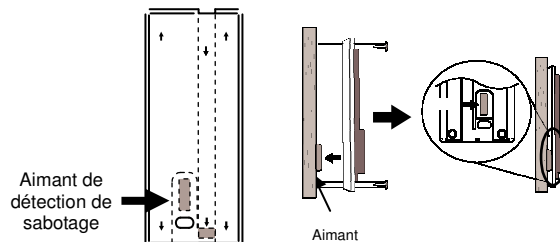

Fig.6
4. Placer le PIR à 1.9m au dessus du sol (se référer au paragraphe TEST DE MARCHÉ ci-dessous et ajuster si nécessaire), fixer l'aimant pour la détection de sabotage (Fig. 6) puis monter la base à l'aide de 4 vis à l'endroit choisi et refermer le PIR avec son couvercle. S'assurer que le PIR est à portée radio de la centrale, utiliser un répéteur afin d'augmenter la portée si nécessaire.